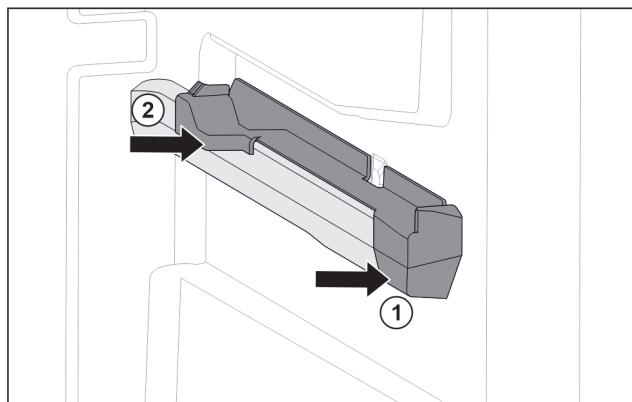

Fig. 72 Násuvný diel na pravom rebre nádoby
- ▶ Nasadte násuvný diel vpredú na rebro nádoby. Fig. 72 (1)
- ▶ Pritlačte násuvný diel vzadu. Fig. 72 (2)